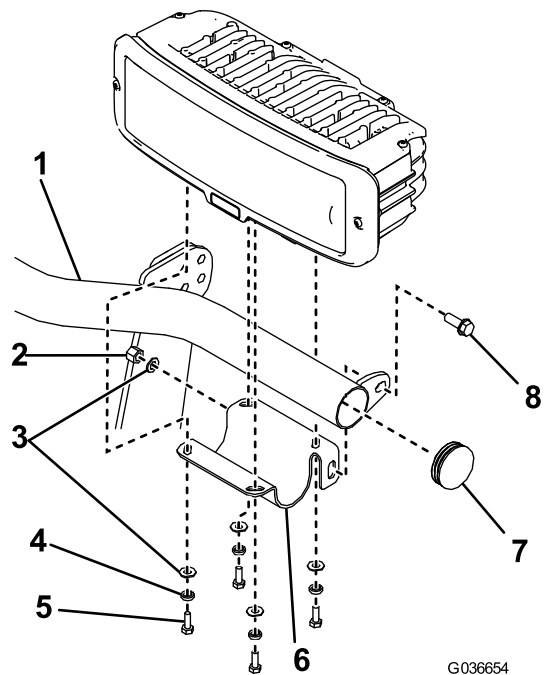

Figure 11
2. Veillez à insérer les obturateurs à chaque extrémité de la barre d'éclairage (Figure 11).
3. Fixez le support de phare gauche à la barre d'éclairage avec un boulon à embase (3/8 x 1 po), une rondelle plate et un contre-écrou en nylon (Figure 11).
- Fixez le phare gauche au support de phare à l'aide de 4 boulons ($\frac{1}{4} \times \frac{3}{4}$ po), rondelles-frein fendues et rondelles plates (Figure 11).